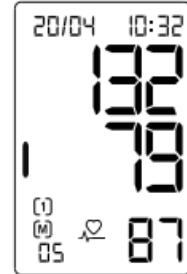

Fig. 1
■ À la fin de la mesure, les valeurs de pression systolique et diastolique s'affichent simultanément sur l'écran, ainsi que le pouls en-dessous de ces mêmes valeurs (cf. Fig.1).
- Pour éteindre l'appareil, appuyez sur le bouton START/STOP. ①, sinon l'appareil s'éteindra automatiquement après 60 secondes.